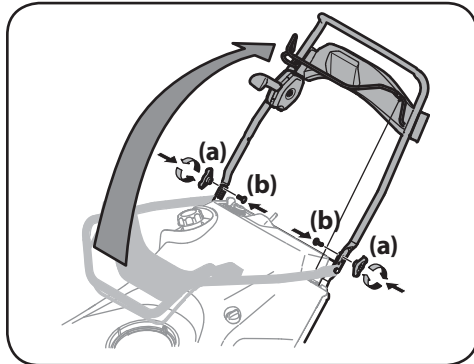
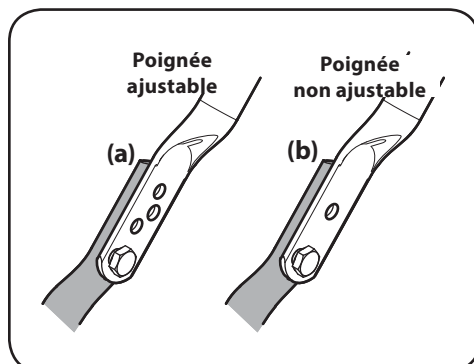

Figure 2-3
Figure 2-4
2. Relevez la poignée supérieure à la position de fonctionnement. Assurez-vous de ne pas pincer les câbles. Voir Figure 2-3.
3. Voir Figure 2-4. Pour les modèles dotés d'une poignée ajustable (a), procédez à l'étape 4. Pour les modèles qui ne sont pas dotés de poignée ajustable (b), serrez la quincaillerie retirée à l'étape 1 pour bien fixer la poignée en place. Voir Figure 2-3. Pour les modèles qui ne sont pas dotés de poignée ajustable (b), procédez à l'installation de la goulotte.